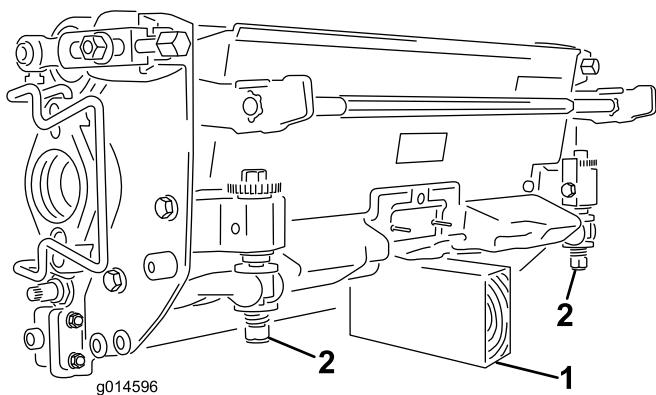

Figura 9
**Importante:** Cuando sea necesario inclinar la unidad de corte para tener acceso al conjunto de contracuchilla/molinete, apoye la parte trasera de la unidad de corte de manera que las tuercas de los extremos traseros de los tornillos de ajuste de la barra de asiento no descansen sobre la superficie de trabajo (Figura 9).